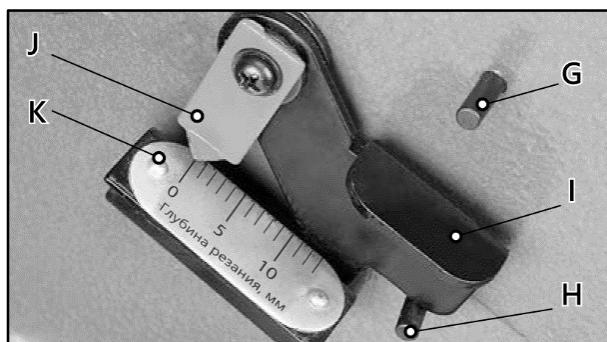

Рисунок 48.
Откалибровать высоту стола подачи можно регулируя указатель J шкалы глубины резания K (рис. 48).
- При помощи шуруповерта, отрегулируйте указатель шкалы точно на «0» (рис. 48).
Ограничитель глубины I (рис. 48) на шкале K позволяет оператору установить максимальную глубину реза до 1 мм.
Чтобы активировать ограничитель I, установите его как показано на рис. 48. Чтобы деактивировать ручку, поднимите стол на отметку «0», поднимите вверх до упора в штифт G ограничитель I и удерживайте его, опустите стол до требуемой высоты.